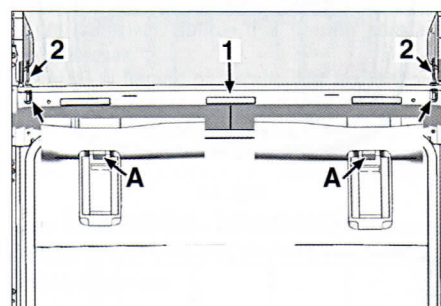

FIG. 65
Con un destornillador fino, desengrapar los 2 muelles (2), detrás del cuadro de las trampillas ocultadoras (1) en A (fig. 65).